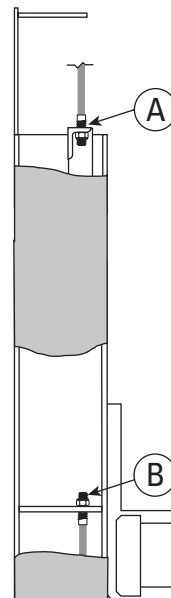
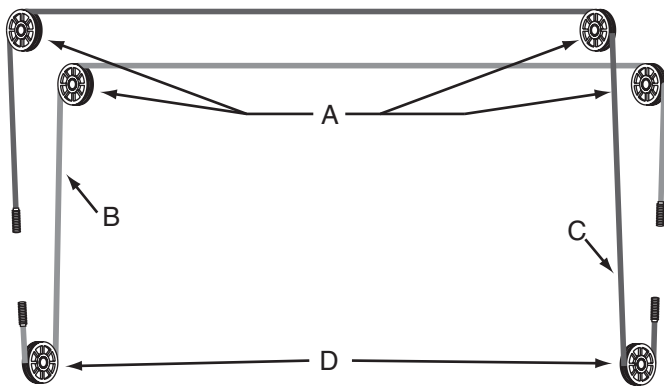

Abb. 19 Detail
Abb. 18 Detail
- E) Seilzug 1 wieder herunterziehen (Abb.19).
- F) Seilzug 1 um die untere Laufrolle legen, dann nach oben, um die Overhead-Laufrolle und nach unten zum gegenüberliegenden Schlitten (Abb.19). Laufrollen-Abdeckung anbringen (Abb.17a).
- B) Abb.18 zeigt die Seilzug-Anordnung. Zuerst ein Seilzugende durch das kleine Loch in der unteren Befestigungsplatte (Abb.19) führen.